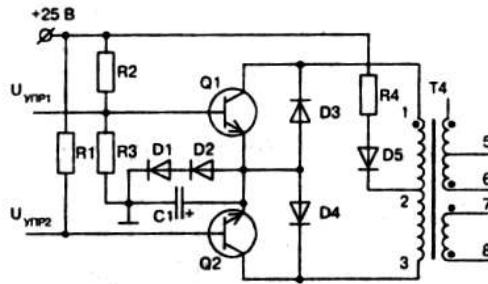

Рис. 9. Транзисторный каскад управления
*Схема управления.* Управление транзисторами полумостового преобразователя осуществляется каскадом на транзисторах Q1, Q2 (рис. 9). Кроме этой функции схема управления осуществляет согласование и гальваническую развязку мощных силовых каскадов от маломощных цепей управления. Транзисторы Q1, Q2 схемы работают в ключевом режиме с соединенными эмиттерами поочередно. Коллекторными нагрузками являются полуобмотки трансформатора Т1 (выводы 1-2, 2-3), в среднюю точку которого (вывод 2) подается питание на схему через элементы R4, D5. Диод D5 предотвращает влияние сигналов в первичных обмотках трансформаторов на работу ШИМ-формирователя по шине питания. Резисторы R1, R2 и R3 формируют смещение в цепи базы транзисторов Q2 и Q1 соответственно. Импульсы управления с микросхемы ШИМ-формирователя поступают на базы транзисторов схемы. Под воздействием управляющих импульсов один из транзисторов, например Q1, открывается, а второй Q2, соответственно, закрывается. Надежное запираие транзистора осуществляется цепочкой D1, D2, C1. Наличие конденсатора C1 способствует поддержанию запирающего потенциала во время «паузы». Диоды D3, D4 предназначены для рассеивания магнитной энергии, накопленной полуобмотками трансформатора. Наличие транзисторов в выходном каскаде микросхемы позволяет выполнить эту схему без использования дополнительного транзисторного каскада.